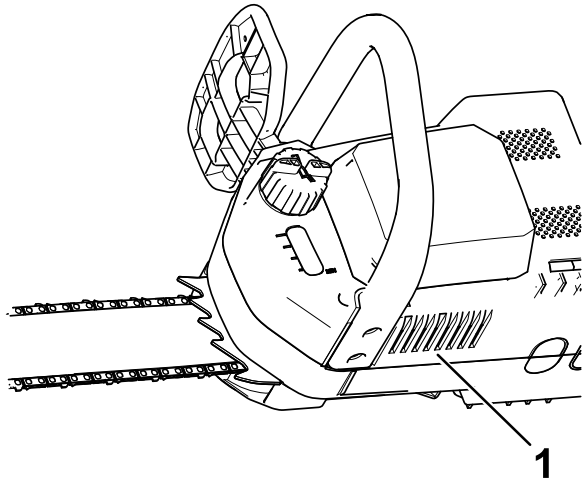
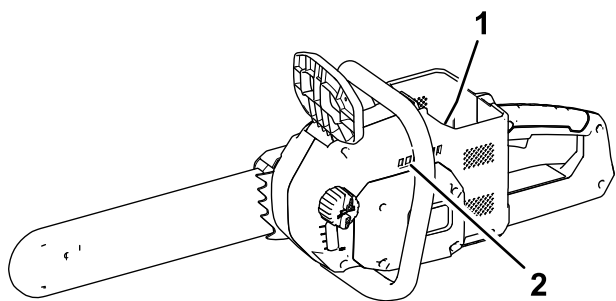

Figure 6
Figure 7
1. Assurez-vous que les événements sur la tronçonneuse (Figure 6 et Figure 7) sont exempts de poussière et de débris.